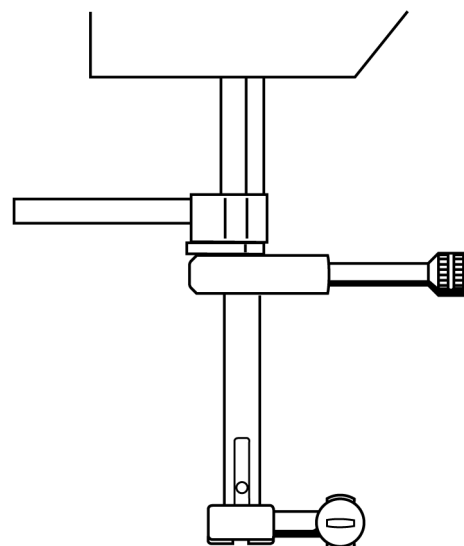

Рис. 8
- Поверните маховое колесо в нормальном направлении, чтобы трубка плотно прилегала к промежуточной детали (рис. 8).
- Снова насадите струбцину для установки подъема петель и повторите перечисленные в "Проверке" операции, чтобы стержень игловодителя поднялся на 2 мм и струбцина плотно прилегала к промежуточной детали (рис. 8).